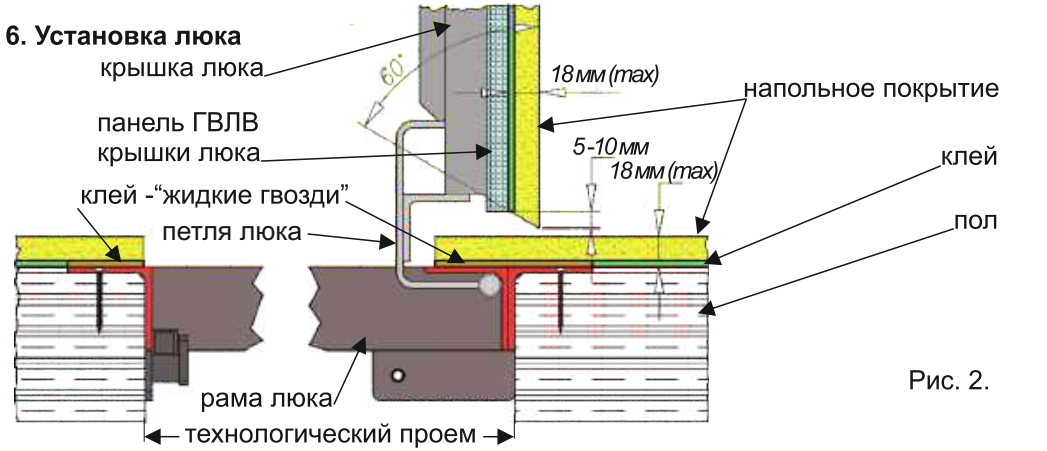

Рис. 2.
- Установите люк в подготовленный проем (прямоук) и закрепите его в соответствии с конструкцией основного пола. Щель между рамой и проемом заполните раствором или монтажной пеной. Поверхность крышки люка должна быть на одном уровне с поверхностью подстилающего слоя пола (стяжки), Рис. 2.